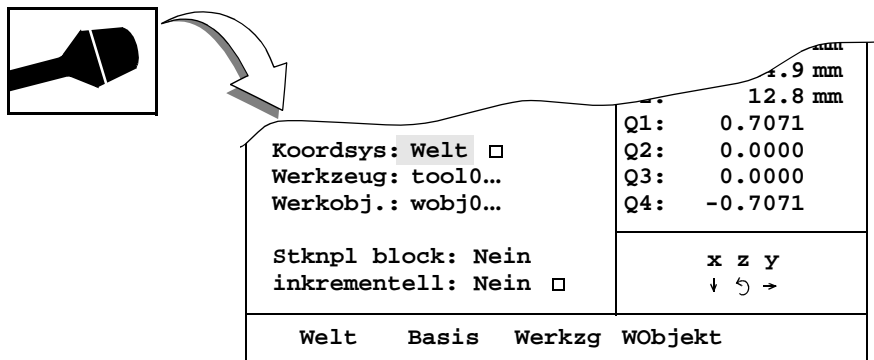

Bild 20 Angabe des Koordinatensystems im Fenster Bewegen.
- Das Feld **Koord** auswählen (siehe Bild 20).